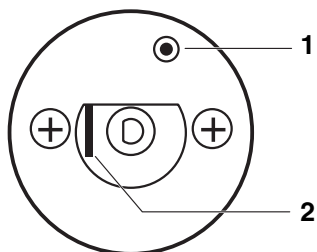

Рис. 5 Срабатывание предохранительного ограничителя температуры
- Нажать отверткой на рычажок или кнопку (в зависимости от типа системы управления) и держать так, пока сработает предохранительный ограничитель температуры (рис. 5).